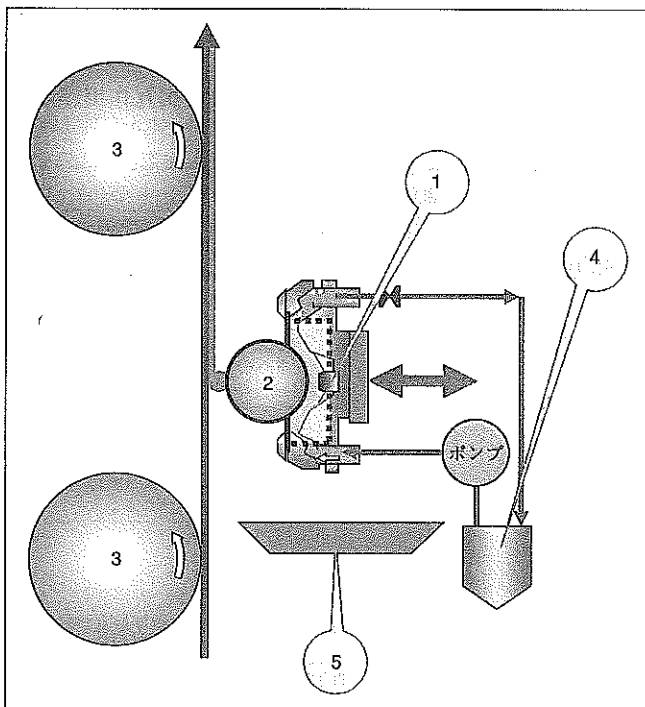
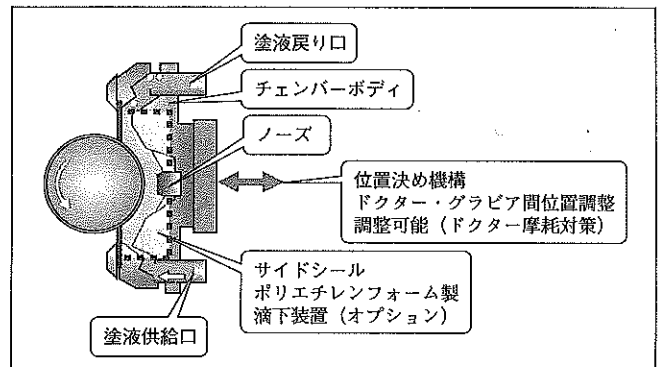

図4 MCDマイクロチェンバーの概略構成
図5 チェンバードクター本体
MCDマイクロチェンバーは密閉型のドクター方式で、①チェンバードクター本体、②グラビアロール、③コンタクトロール、④塗液供給装置、⑤その他の要素によって構成される(図4)。チェンバードクター本体はMCD用には前述のG型の改造タイプ(図5)とAQタイプを採用している。ボディは高張力アルミニウム材に特殊な表面処理を施している。塗液の供給口は下部に、塗液の戻り口は上部に配置してある。中に、ノーズと呼ばれる液の置換を促す物体が組み込まれている(オプションとして、外部よりグラビアロールとノーズの距離を調整するシステムもある)。サイドシールはポリエチレンフォーム製を標準としている。こちらオプションとしてサイドシール部への溶剤滴下装置が装備されている。グラビアロールとチェンバードクター本体にセットされたドクターブレードとの距離を位置決めをする機構がある。ドクターブレードの摩耗時やグラビアロールの交換時に調整可能となっているが、こちらも標準タイプと再現性を高めた精密タイプとがある。ドクターブレードはMCDのタイプに合わせて専用のサイズのものが必要となる。最近は先端を丸くしたラウンドタイプがお薦めである。